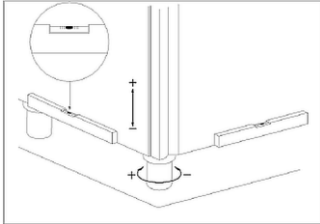

Abb. 2
- Nehmen Sie zur Hilfe eine Wasserwaage, wie in Abb. 2 dargestellt.